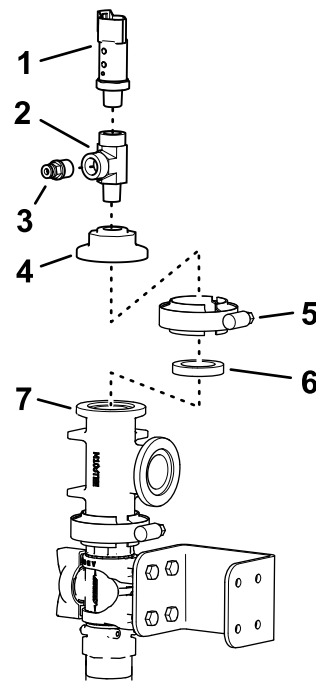

Figura 43
abrazadera para bridas, y apriete la abrazadera a mano (Figura 43).
8. Aplique sellador de PTFE a las roscas del empalme y conecte el empalme al acoplamiento en T (Figura 43).
9. Aplique sellador de PTFE a las roscas del acoplamiento en T roscado del kit, y conecte el acoplamiento en T del kit al tapón del acoplamiento (Figura 43).
10. Monte el transductor de presión en el acoplamiento en T como se muestra en la Figura 43.